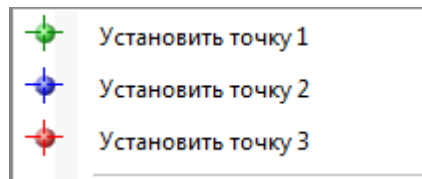

Рис. 2.90
- графически: наведя курсор на нужные узлы и щелкнув правой кнопкой мыши (рис. 2.90).